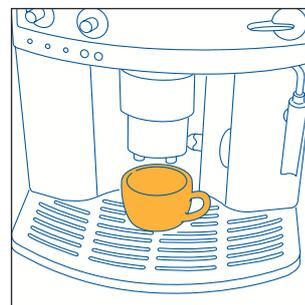
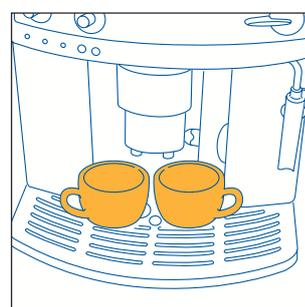
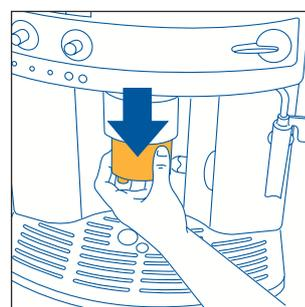

Abb. 9
Abb. 10
Abb. 11
- 4) Stellen Sie unter die Ausgüsse des Kaffeelaufs entweder eine Tasse für 1 Kaffee (Abb. 9) oder zwei Tassen für 2 Kaffees (Abb. 10). Um eine besonders gute Crema zu erzielen, bringen Sie den Kaffeelauf so weit wie möglich an die Tassen, indem Sie ihn absenken (Abb. 11).